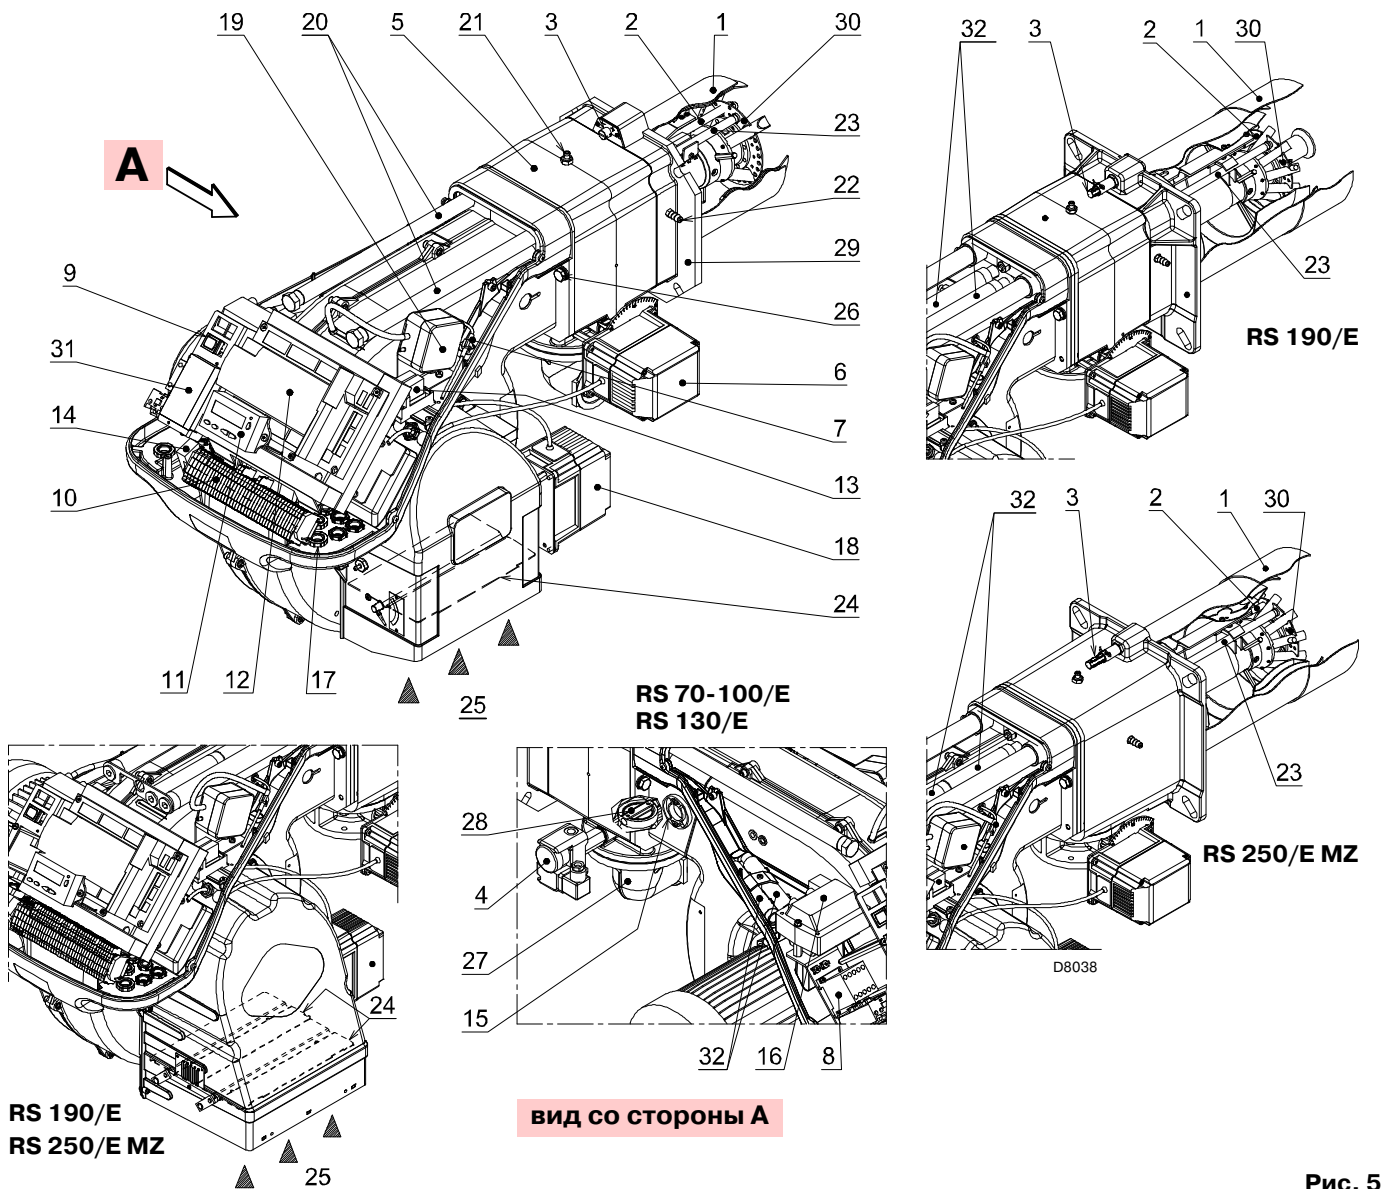

Рис. 5
(1) Нормальные условия эксплуатации: Температура окружающей среды 20°C - Температура газа 15°C - Барометрическое давление 1013 мбар - Высота 0 м н. у. м.
(2) Давление газа на штуцере 21) (Рис. 5) при нулевом давлении в камере сгорания и при максимальной мощности горелки.
(3) Звуковое давление было измерено в лаборатории на заводе-изготовителе, горелка работала на испытательном котле на максимальной мощности.